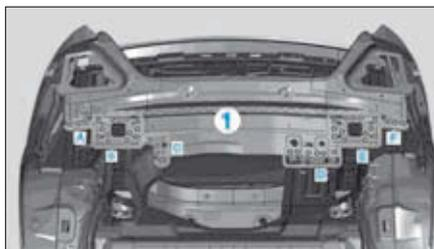
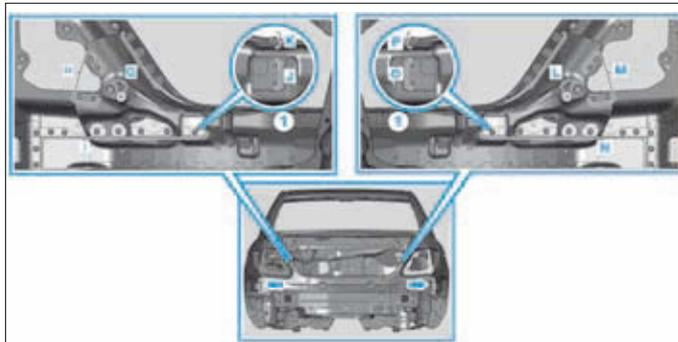

FIG. 166
FIG. 167
- Dépointer et fraiser les points de soudure sur la jupe arrière (1) dans les zones (A jusqu'à P) (Fig.166) et (Fig.167).